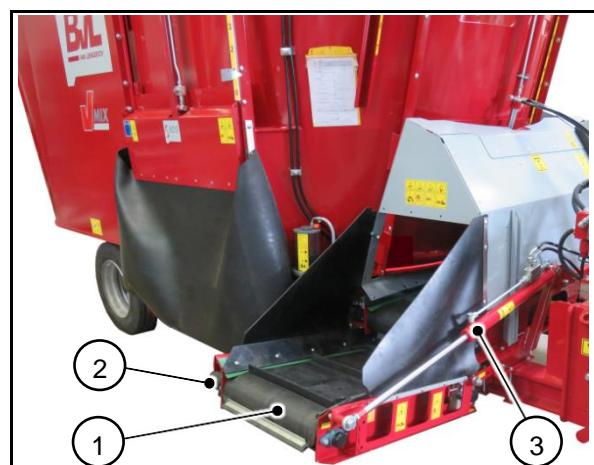

Fig. 45
- über ein seitliches Förderband oder über ein Quer-Förderband vorne / hinten, Fig. 42 bis Fig. 45.
- kann direkt vor der seitlichen Austrageöffnung (Fig. 44) oder vor dem Quer-Förderband (Fig. 45) vorne oder hinten angeordnet sein,
- wird über einen Hydraulikmotor (2) angetrieben. Die Bandgeschwindigkeit lässt sich stufenlos einstellen. Hierzu siehe Kapitel "Bandgeschwindigkeit für Förderband einstellen", Seite 89.
- wird über den doppelt wirkenden Hydraulikzylinder (3) vom Traktor aus über das Bedienpult von Transport- in Arbeitsstellung und umgekehrt verschwenkt.
Fig. 45 zeigt das seitliche Förderband in Arbeitsstellung.